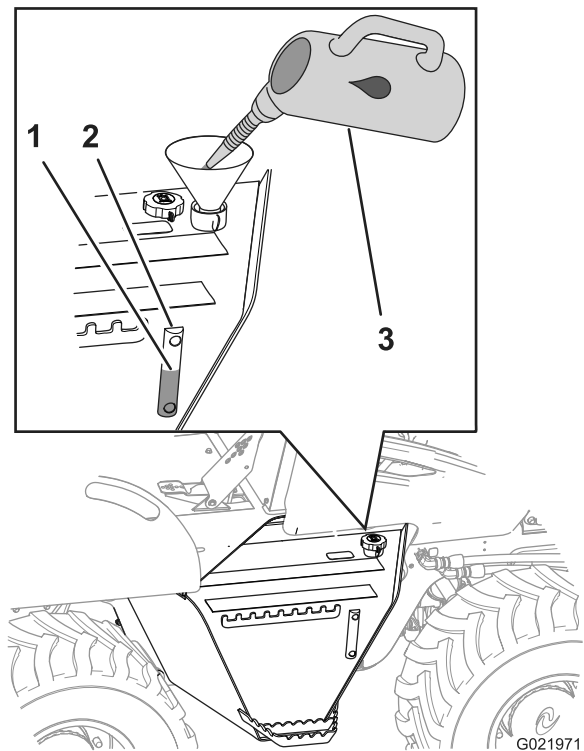

Figure 94
- Remplissez le réservoir du liquide hydraulique spécifié jusqu'à ce que le niveau atteigne le centre du regard (Figure 94).
- Remettez le bouchon de remplissage/reniflard en place (Figure 94).